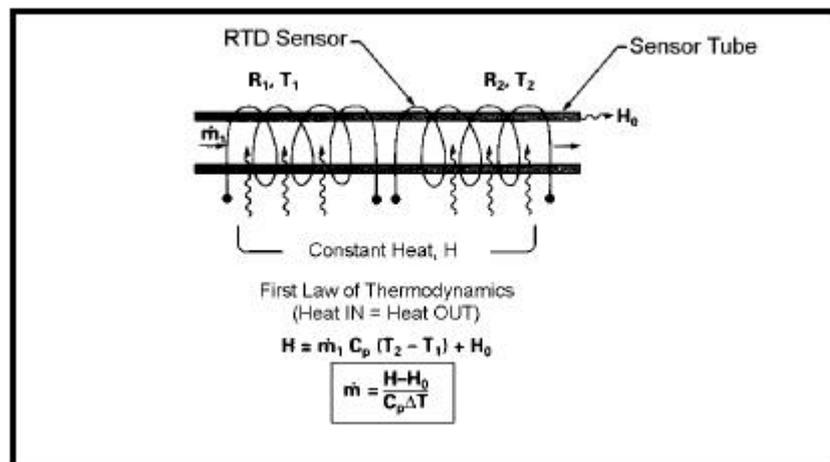
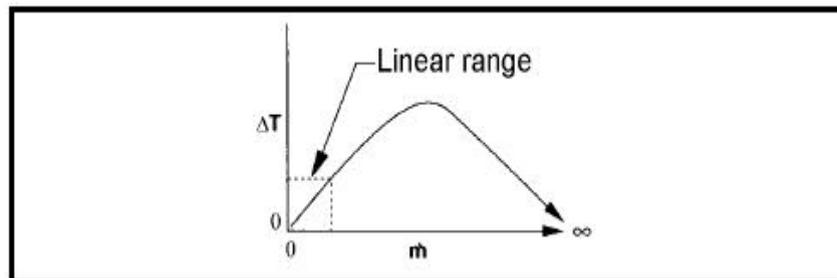

图 1-2 流量测量原理
图 1-4 变送器输出信号线形范围
图 1-2 和 1-3 显示传感管道内的质量流量与温差成反比。探测器线圈为电桥的某一桥臂，电桥的输出电压与线圈电阻成正比，其结果反映温差 ΔT 。其它两个参数，包括热量输出 (H) 及比热 (C_p) 都是常数，在仪表正常工作范围 (图 1-4) 内，其输出基本上成线性关系。结果，所测传感管道内气体流量与通过整个仪表的气体流量成正比。